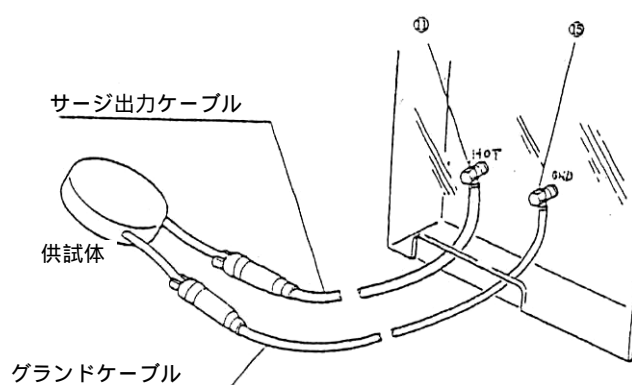

図 12
4. 供試体と **HOT 端子**、**GND 端子** を添付ケーブルにて図 12 のように接続します。